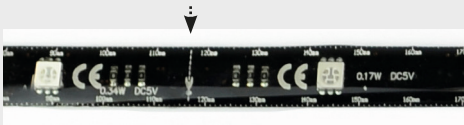

Abb. 1
7. Der LED-Strip kann auf Wunsch an den markierten Stellen gekürzt werden. Hierzu schneiden Sie die Leiste an der gestrichelten Linie (siehe Abb. 1) mit einer Schere durch.